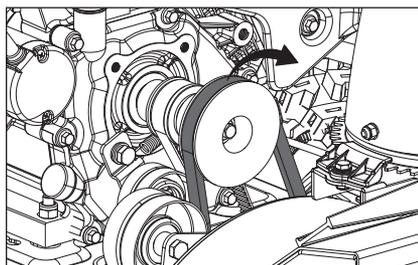

Figure 62
4. Faites glisser l'ancienne courroie d'entraînement de la tarière sur la poulie du moteur. (Fig. 62)